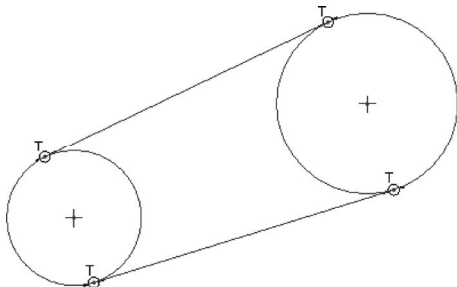

图 2-15 绘制另外一条外相切线
STEP 04 用与上述同样的方法，绘制另一条外相切线，单击鼠标中键，完成相切线的绘制，效果如图 2-15 所示。